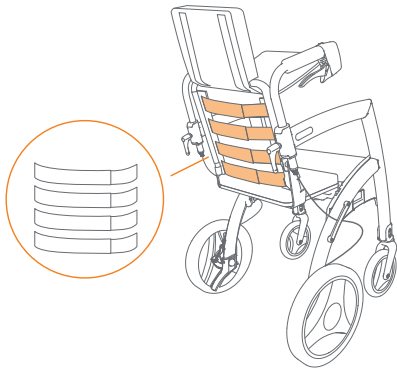

Figura 45: Más flojo para una mayor profundidad del asiento.
- Ajuste las correas tirando del velcro y volviéndolas a colocar en el ajuste deseado (**Figura 45**).